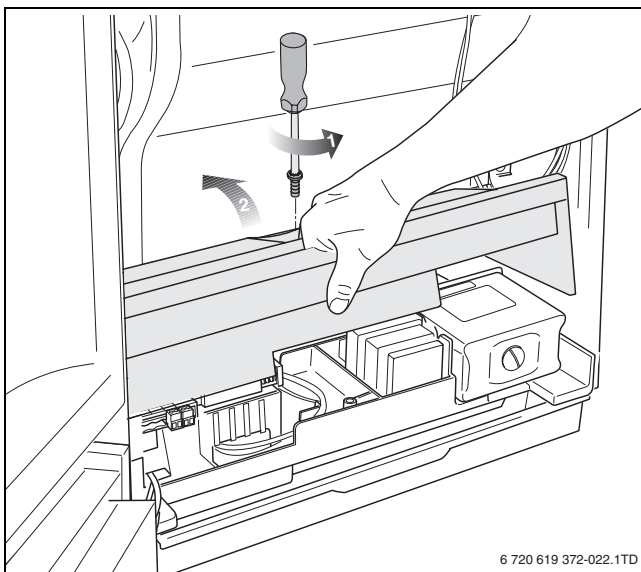

Fig. 31 Capovolgere verso l'alto la copertura dei collegamenti elettrici
- Allentare le vite del coperchio dei collegamenti elettrici e piegare il coperchio verso l'alto (→ fig. 31).